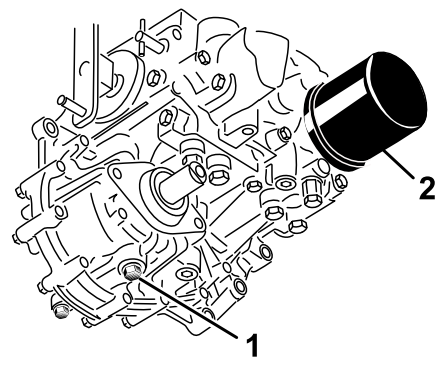

Bild 49
3. Stellen Sie eine große Wanne unter den Hydraulikbehälter und das Getriebe und nehmen Sie die Schrauben ab. Lassen Sie die Hydraulikflüssigkeit ablaufen (Bild 49).
4. Reinigen Sie den Bereich um den Hydraulikölfilter und nehmen Sie den Filter ab (Bild 49).